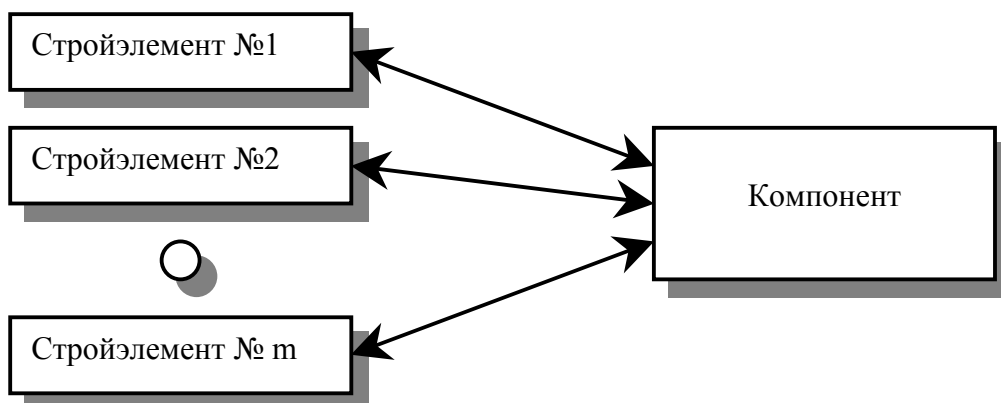

Рисунок 6
2. Несколько стройэлементов связано с одним компонентом (Рисунок 6). Этот вариант применяется, когда в спецификации не учитывается масса. Например: окна, двери и т.д.